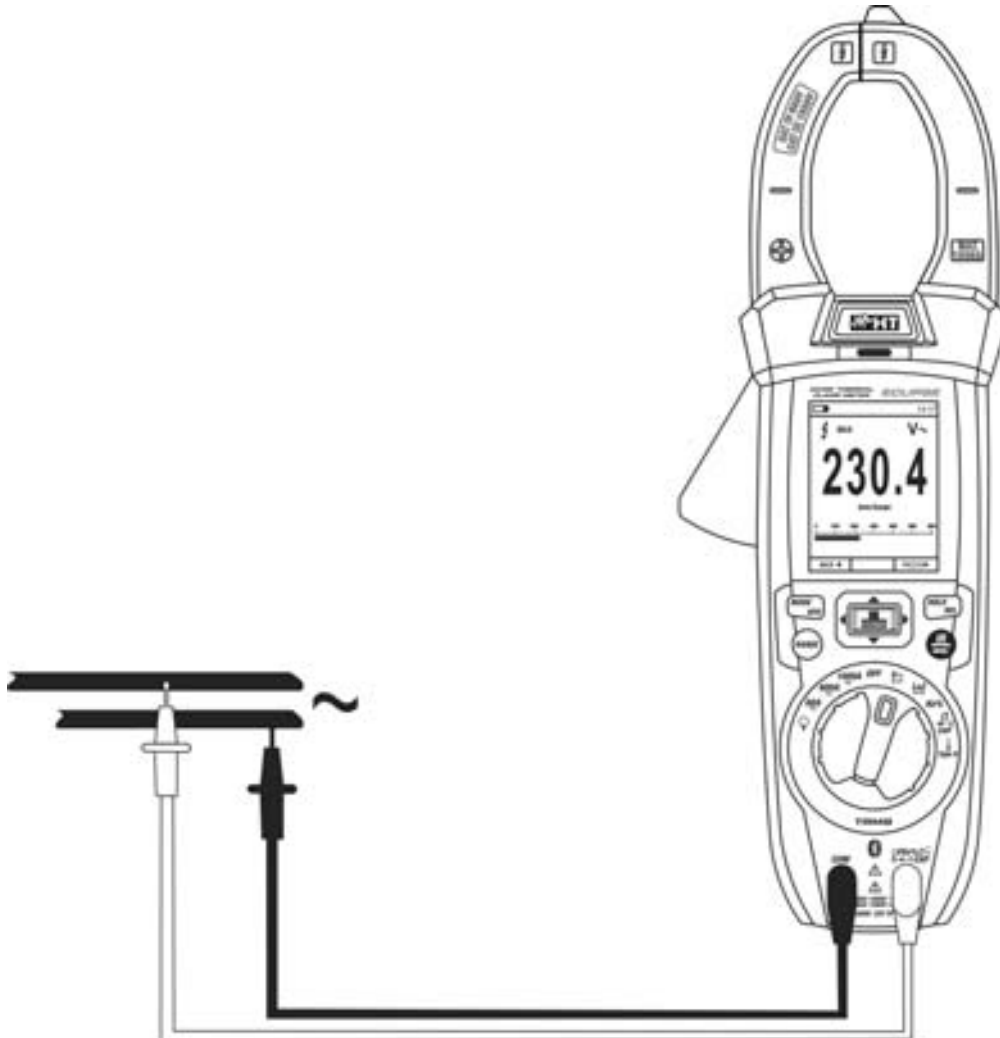

Fig. 24: Utilisation de l'instrument pour la mesure de la Tension CA, CA+CC, VFD
4. Positionner l'embout rouge et l'embout noir dans les points du circuit sous test (voir la Fig. 24). La valeur de la tension apparaît à l'écran